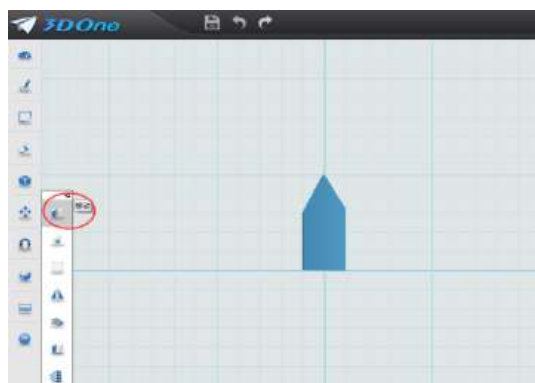
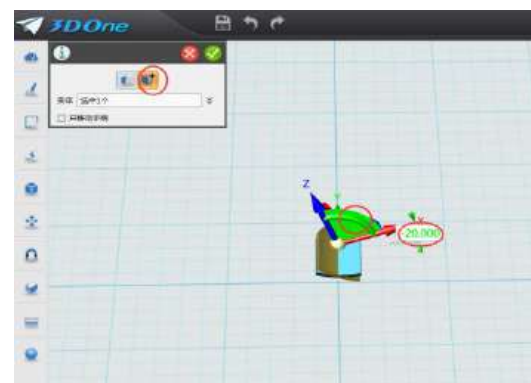

图 5-8
图 5-9
5.调整笔尖角度：鼠标移到屏幕最左侧第六个图标“基本编辑”命令里的上数第一个图标“移动”命令，出现对话框窗口，依次选择实体，选择动态移动，选择绿轴方向，数值输入：-15。把笔针调正，如图 5-8，图 5-9。